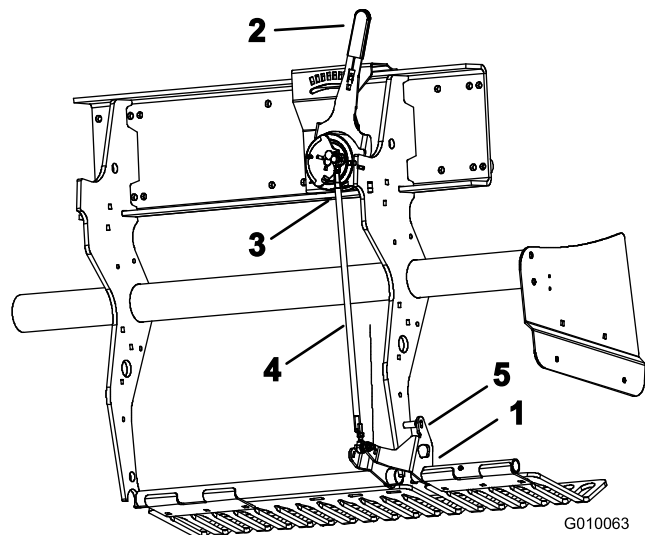

Bild 59
1. Drehen Sie die Befestigungshalterung der linken Rasenschutzvorrichtung (Bild 59) nach oben, bis ein Arretierbolzen (5/16-Drehstange oder -Schraube) zwischen die Halterung und dem am Rahmen angeschweißten Tiefeneinstellungsrohr eingesetzt werden kann.
2. Schieben Sie den Stacheltiefenhebel (Bild 59) auf die H-Stellung (tiefste Einstellung).
3. Schließen Sie den Außenkugelschalter (Bild 59) vom Kabelbaum ab (Schalter für das Absenken des Kopfes).
4. Lösen Sie die Sicherungsmuttern (linke und rechte Seite) an der Spurstange für die Tiefeneinstellung (Bild 59).